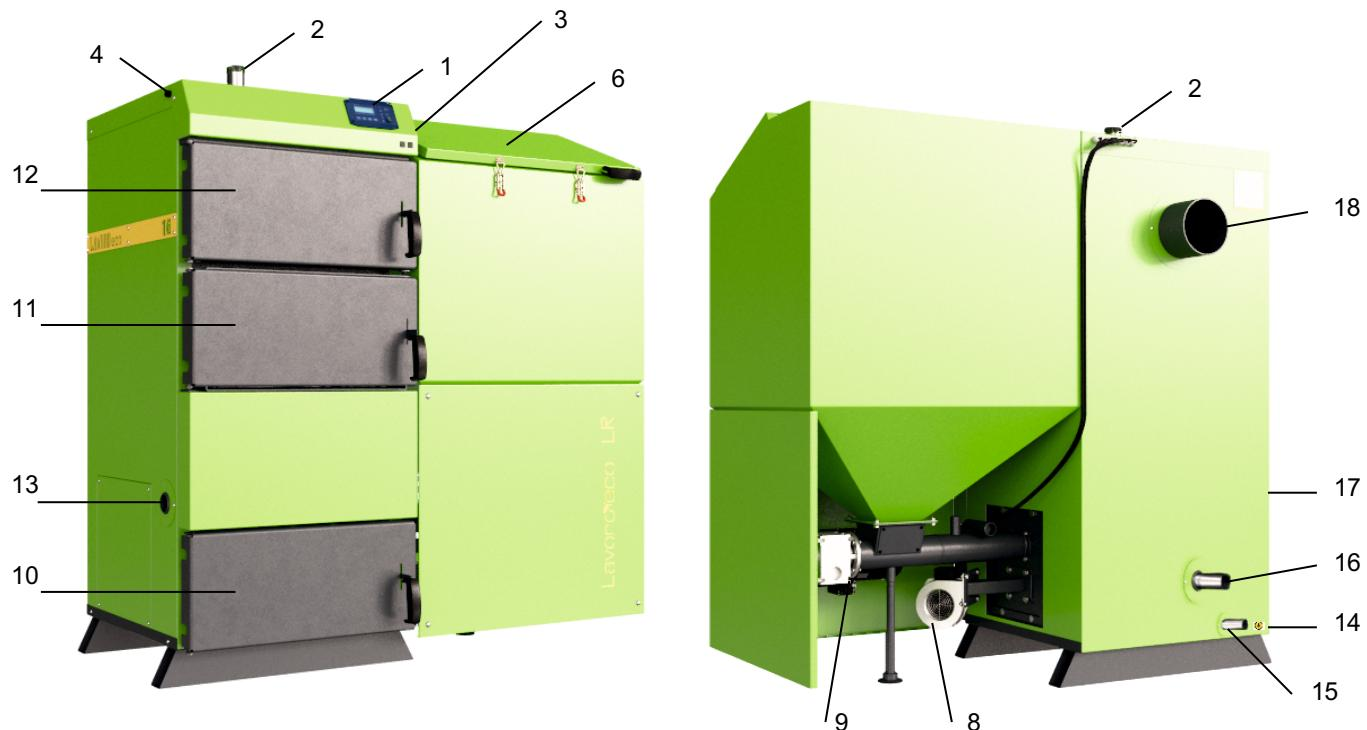

Рисунок 1. Состав и устройство Котлов моделей LR16-150
10. Котел (рис.1) представляет собой стальной сварной теплоизолированный каркас, обшитый снаружи съемной декоративной облицовкой, и устанавливаемый на собственных опорах. Внутреннее пространство имеет сложную конфигурацию, включает в своем составе в том числе трубчатый теплообменник, предназначенный для циркулирования теплоносителя, листовые детали, образующие вместе со стенками каркаса камеру сжигания, воздухоподводящие каналы, систему дымоудаления из Котла (18). Внутри каркаса в нижней части расположены устройства: колосниковая решетка для размещения топлива (при работе на резервном топливе) и зольный ящик для сбора и удаления золы. Снаружи Котел имеет дверцы и окошки для обслуживания Котла (10,11,12), патрубки для подсоединения к трубопроводам водяного контура системы отопления (2, 16), патрубок для опорожнения теплообменника (15), штуцера для установки термодатчика и тягогрегулятора (5). В нижней части котла справа или слева (по запросу стороны установки Горелки оговаривается) смонтирована Горелка (9) выбранной мощности, которая соединяется с